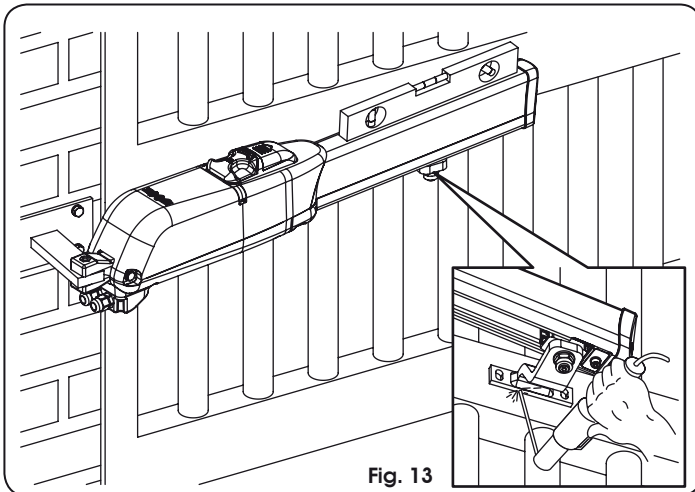

Fig. 13
6. Cierre la hoja y, manteniendo el operador perfectamente horizontal, encuentre el punto de fijación de la brida anterior (Fig. 13).
7. Fije provisionalmente la brida anterior por medio de dos puntos de soldadura (Fig. 13).